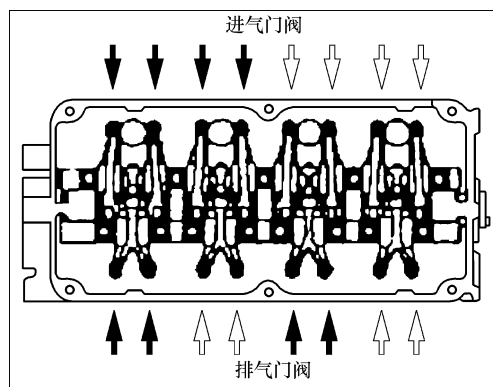

图 2-7 调整气门间隙
6) 如图 2-7 所示，当第 1 缸活塞位于压缩行程的上止点时，就能对白色箭头记号所指示的各摇臂进行气门间隙的检查和调整；当第 4 缸活塞位于压缩行程的上止点时，就能对黑色箭头记号所指示的各摇臂进行气门间隙的检查和调整。